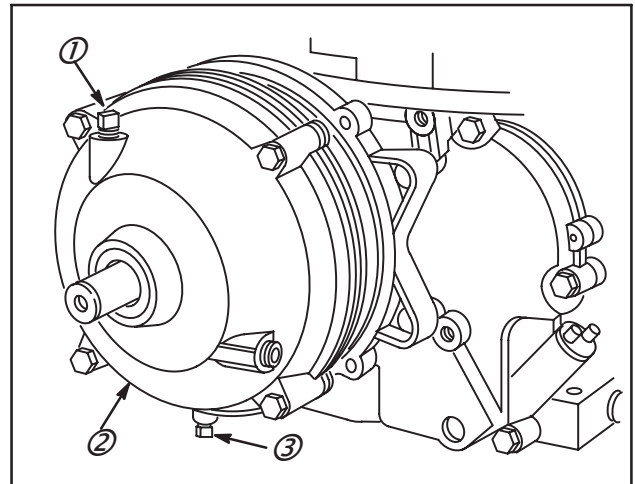

Fig. 33
2. Enlever le bouchon de vidange (3) en bas du flasque (2).
3. Après que le réducteur a été vidangé, enlever les vis et le flasque, Fig. 33.